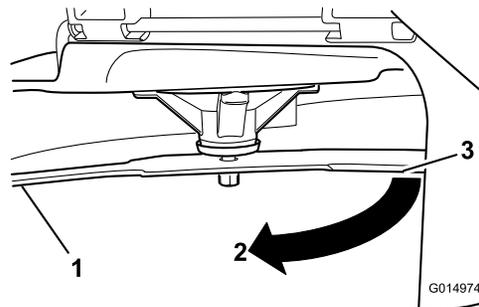

**Figura 66**
2. Indossando guanti dalla spessa imbottitura o altre protezioni idonee per le mani, ruotare lentamente la lama in una posizione che consenta di misurare la distanza tra il bordo di taglio e la superficie piana su cui si trova la macchina (Figura 66).